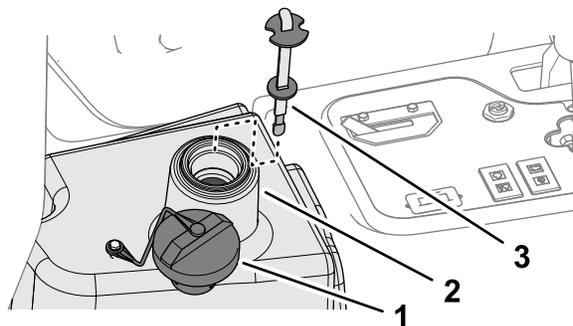

图 88
2. 清洁液压油箱加油颈和油箱盖周围的区域 图 88 并取下油箱盖。